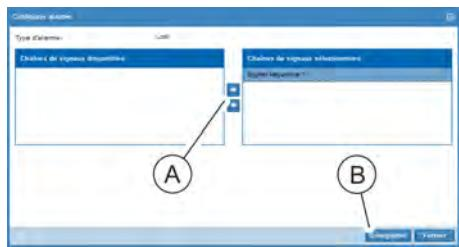

Fig. 126 : Fenêtre « Configurer alarme »
7. ➔ Sélectionner une chaîne de signaux dans la fenêtre « Configurer alarme » et la déplacer au moyen du bouton « → » (Fig. 126 /Ⓐ) dans le champ « *Chaînes de signaux sélectionnées* ». Appuyer sur le bouton « *Enregistrer* » (Fig. 126 /Ⓑ) pour confirmer la sélection.